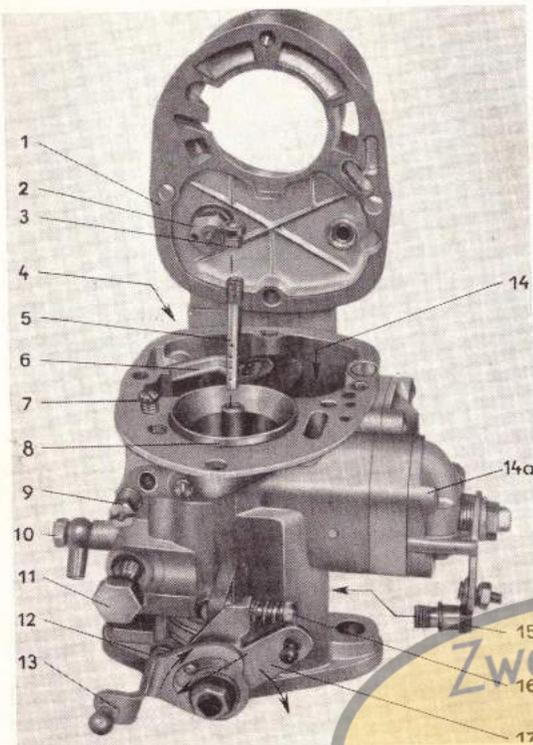

Abb. 62
■ Gestänge der Frischöl-Automatik so einstellen, daß der Schleppebel spielfrei am Mitnehmerbolzen vom Drosselklappenhebel anliegt (siehe Hinweispfeil in Abb. 62). Beim Einhängen des Kugelkopfes darf sich die Leerlaufdrehzahl nicht erhöhen (nur bei Fahrzeugen mit Frischöl-Automatik zutreffend).